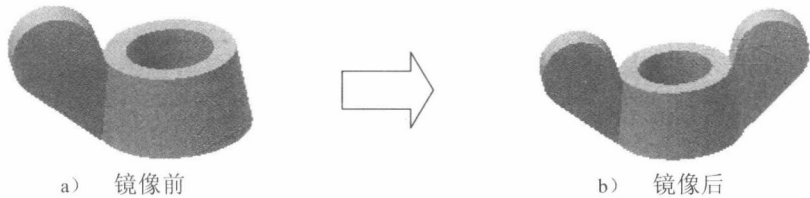

图 2.6 镜像 1
Step4. 创建图 2.6 所示的镜像 1。
(1) 选择命令，在 **阵列** 区域中单击“镜像”按钮 。
(2) 选取要镜像的特征。在图形区中选取要镜像复制的拉伸特征 1（或在浏览器中选择“拉伸 1”特征）。
(3) 定义镜像中心平面。单击“镜像”对话框中的  按钮，然后选取 YZ 平面作为镜像中心平面。
(4) 单击“镜像”对话框中的  按钮，完成镜像操作。